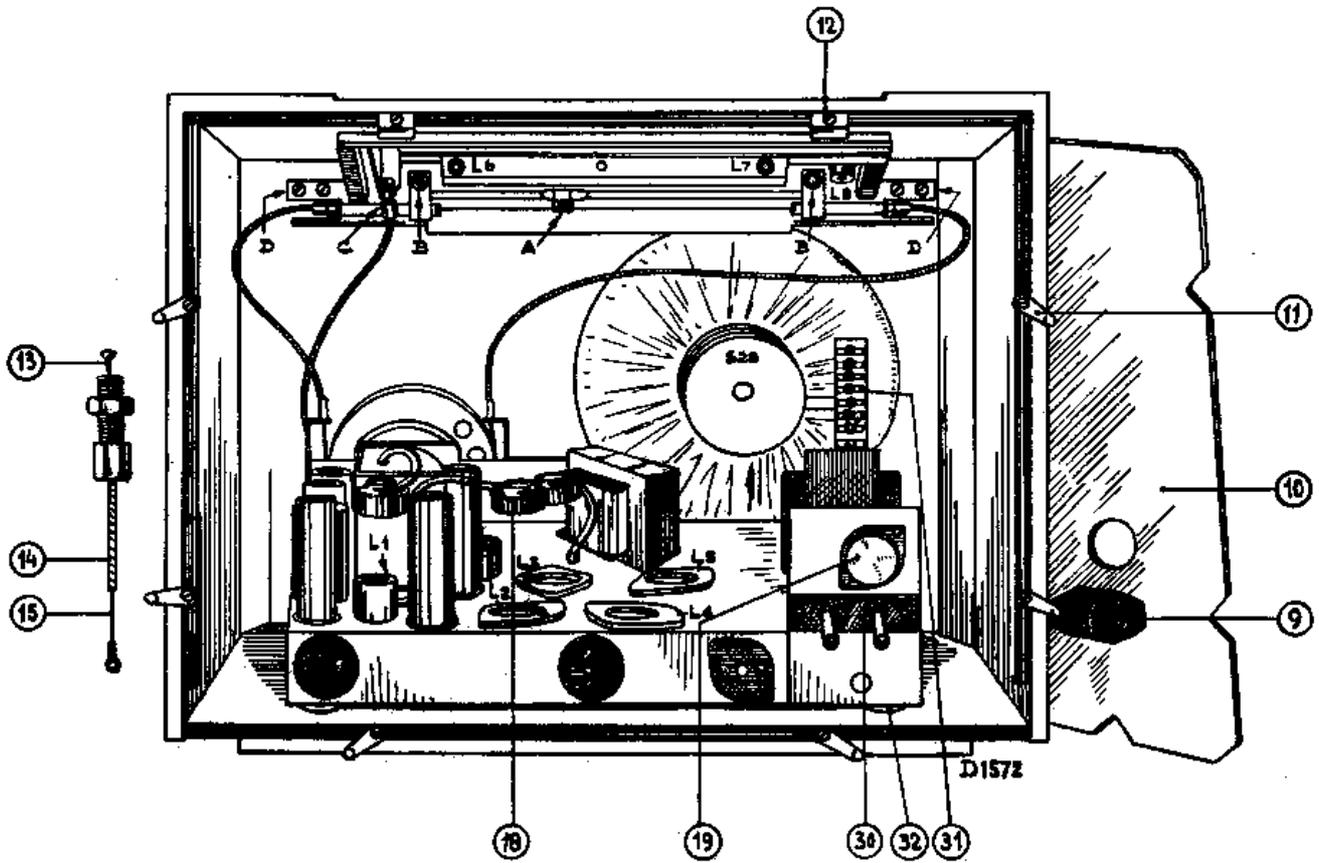

Fig.. 16
3. Défaire la fixation du câble à l'aiguille, au moyen de la vis A. (voir fig. 16).